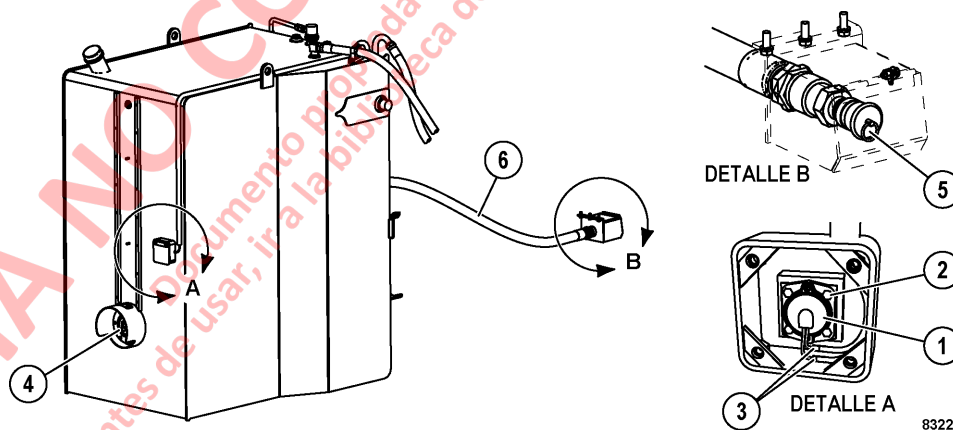

FIGURA 4-3. EMISOR DEL INDICADOR DE COMBUSTIBLE Y RECEPTORES DE COMBUSTIBLE DE LLENADO RÁPIDO
El emisor del indicador de combustible (1, Figura 4-3) entrega una señal eléctrica para operar el indicador de combustible en el panel de instrumentos.
2. Instale el emisor del indicador de combustible (1, Figura 4-3) en el tanque. Asegúrese que el flotador esté bien orientado y se mueva libremente.
3. Instale el equipo de montaje del emisor (2) y apriete los pernos al torque estándar.
4. Conecte los cables a los terminales (3).
El conjunto de receptores de combustible (4, Figura 4-3), está montado en el frente del tanque de combustible.